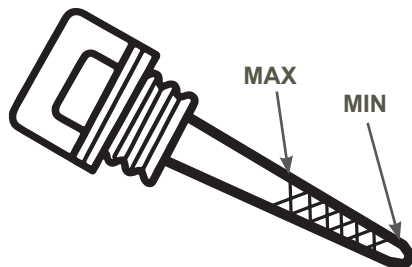

Рис. 15. Крышка-щуп маслозаливной горловины
10. Аккуратно вытащите щуп и осмотрите его. Уровень масла должен соответствовать верхней отметке на щупе (Рис. 15). При недостаточном уровне масла в картере необходимо долить масло до верхней отметки на щупе. Не допускайте перелива или превышения максимального уровня масла